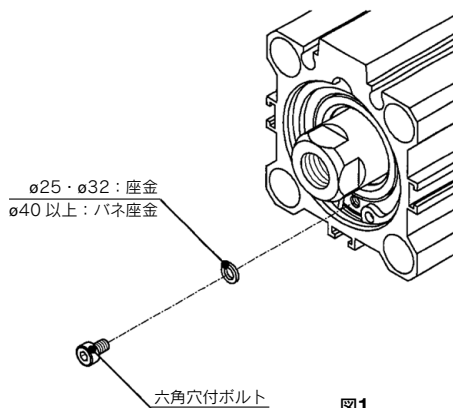

図1
### ③ 六角穴付ボルトの取外し [φ25以上のみ] (図1)